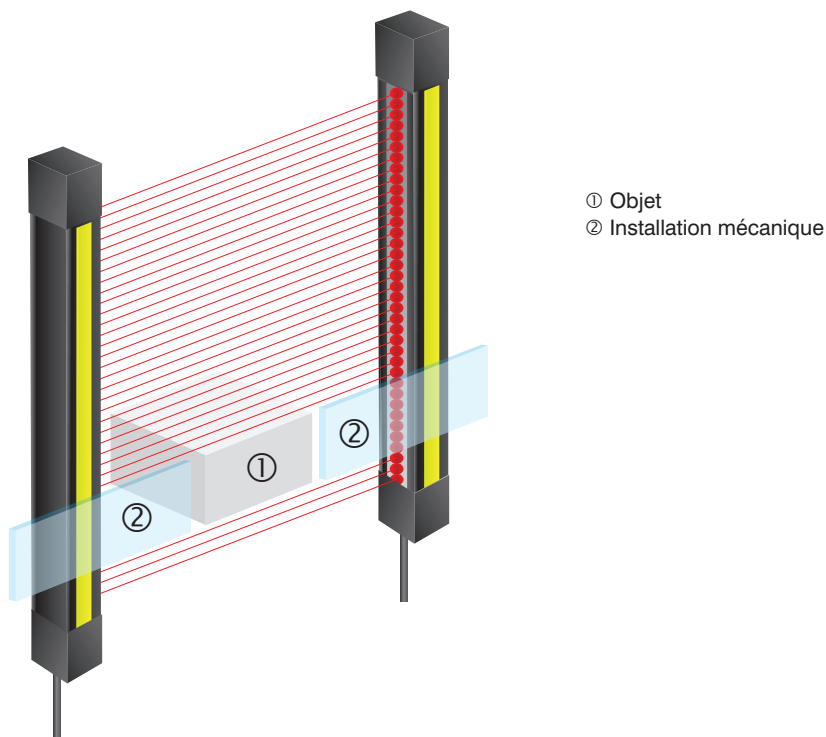

Figure 21: Protection supplémentaire pour la zone masquée.
- Une zone masquée constitue un « trou dans le champ de sécurité ». Cette zone doit par conséquent être sécurisée par d'autres mesures, par exemple d'ordre mécanique (voir Figure 21).